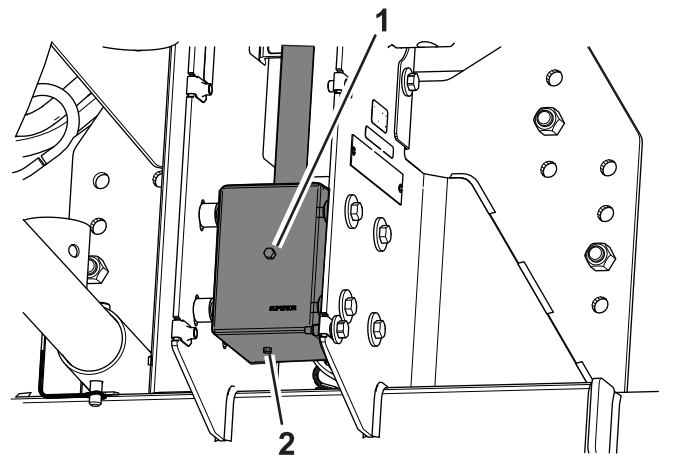

Figura 25
4. Îndepărtai buonul de verificare/umple de pe partea laterală a cutiei de viteze (Figura 25).